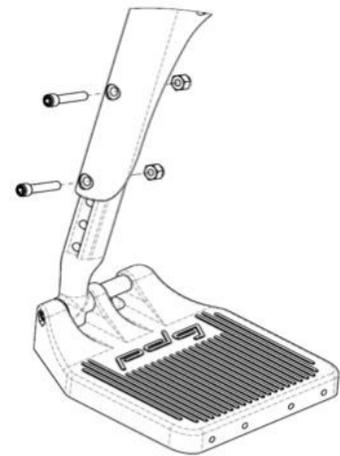

Fig. 15.14 Regolazione dell'altezza della pedana swing-away
- a. Ruotare la pedana a circa 45° verso l'esterno della carrozzina, come mostrato nella (Fig. 15.14)
- a. Rimuovere eventuali imbottiture e/o fasce poggiatesta, se presenti. Rimuovere la vite e il dado come mostrato nella Fig. 15.14.